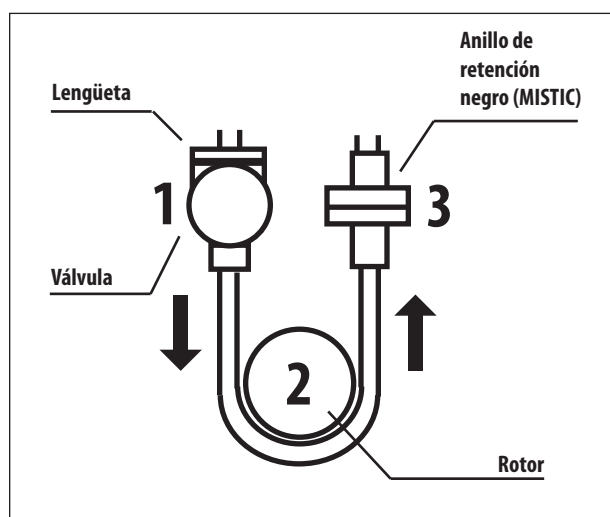

Figura 4. Instalación del set para bomba.
3. Para cargar un jset para bomba (consulte la Figura 4):
- Sujete la lengüeta de la válvula e inserte en la ranura izquierda (1).
- Sujete el anillo de retención negro y estire suavemente el tubo sobre el rotor (2). Tire del retenedor e insértelo en la ranura derecha (3).